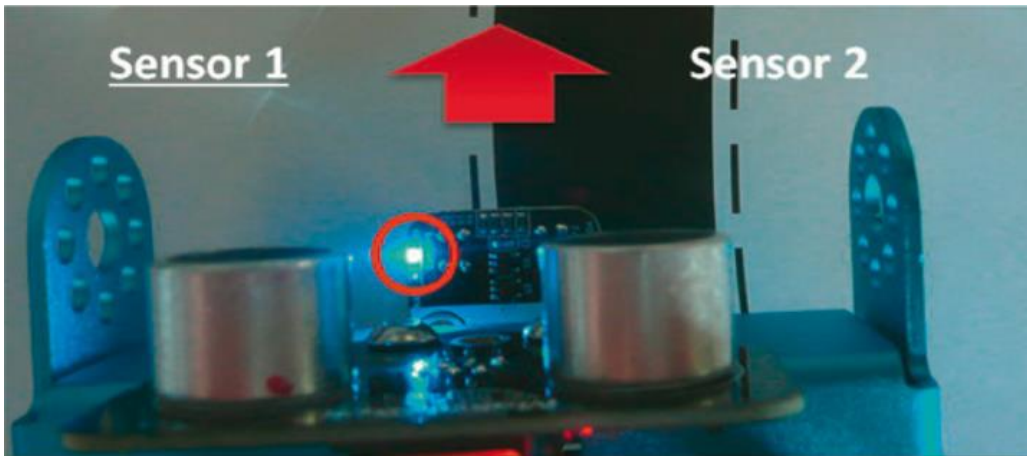

Abbildung 19:Linienfolgers-Sensor (Quelle[Open Robotik für Maker])
3. Möglichkeit: Links neben der Spur, die links Led leuchtet, aber die rechts Led leuchtet nicht nach dem Abb.19